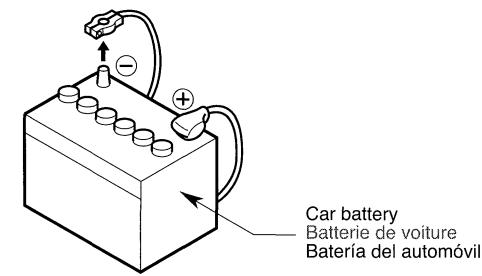

Figure 1 / Figure 1 / Figura 1
- Be sure to disconnect the battery “-” terminal before starting. This is to prevent short circuits during installation (Figure 1).
- S'assurer de débrancher la borne “-” de la batterie avant de commencer. Cela évitera les court-circuits pendant l'installation (Figure 1).